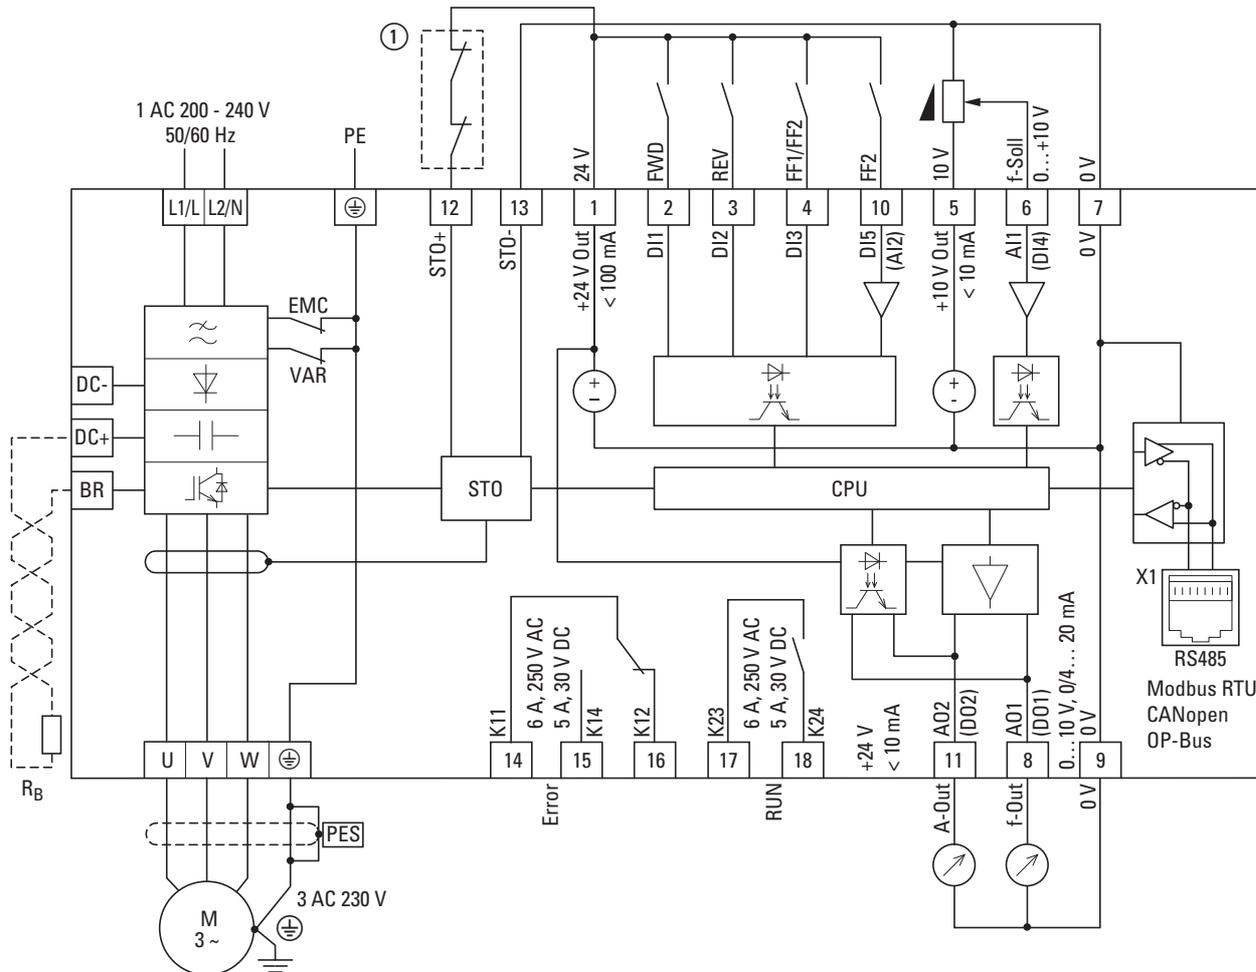

Figura 84: Schema a blocchi DA1-12...
① Abilitazione diretta della funzione STO o relè: Safe Torque Off (STO), SIL 2 (EN 61800-5-2) come in → Figura 84, pagina 118.